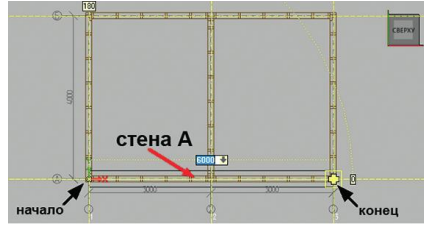

рис. 24
- наведите курсор на точку пересечения осей **A** и **3** и щелкните по появившемуся жирному крестику левой кнопкой мыши (рис. 24).